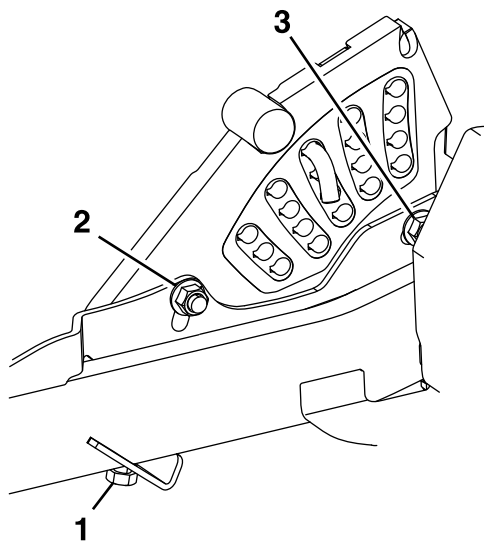

Figure 73
7. Si le tablier est trop bas, serrez le boulon de réglage monopoint dans le sens horaire (Figure 73).